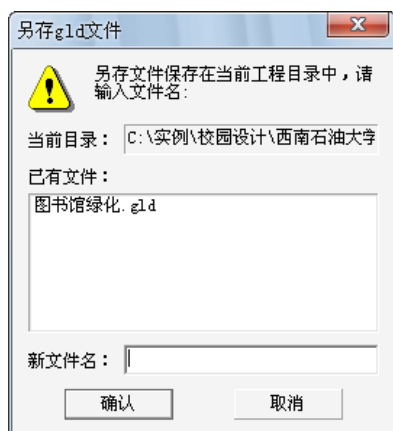

图 2-5 另存 gld 文件对话框
2. 弹出“另存 `gld` 文件”对话框，如 图 2-5 所示；